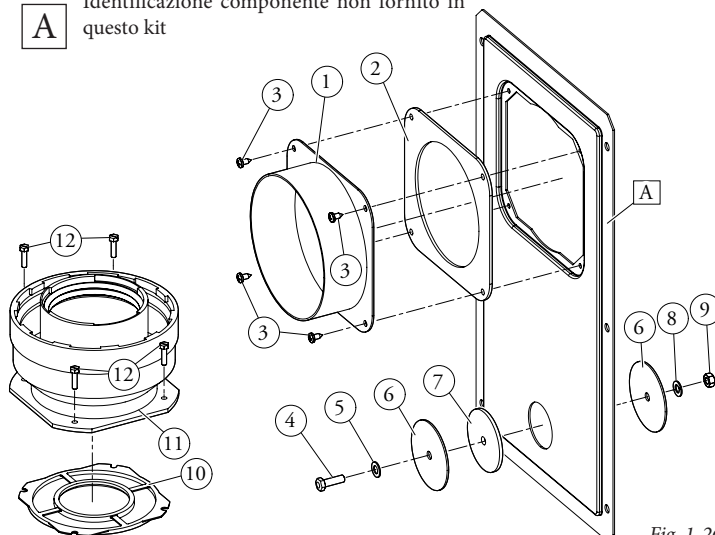
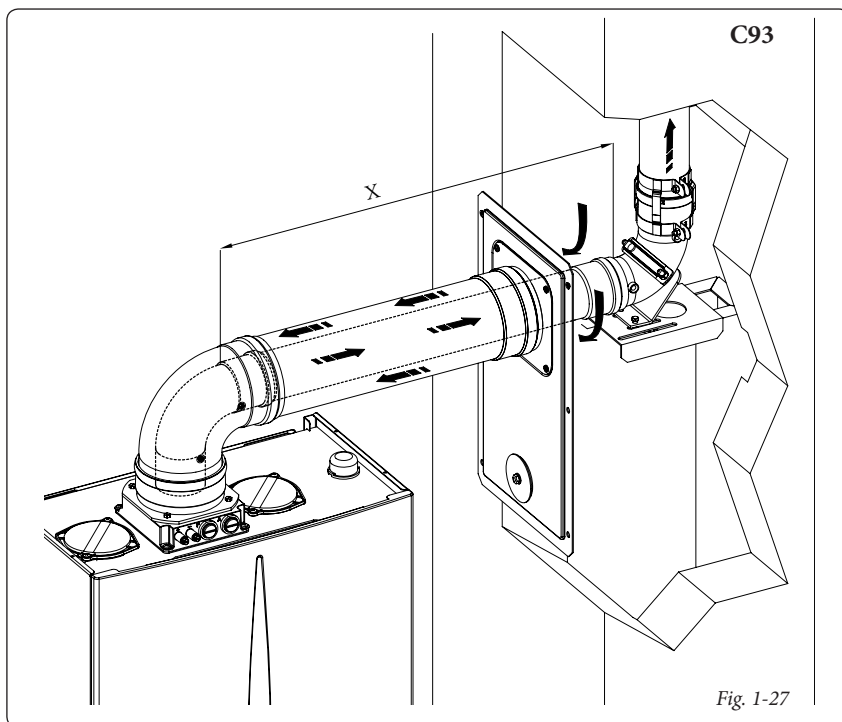

Fig. 1-26
Fig. 1-27
- Montare i componenti del kit "C9" sul portello (A) del sistema intubamento (Fig. 1-26).
- (Solo versione Ø 125) montare l'adattatore flangiato (11) interponendo la guarnizione concentrica (10) sulla caldaia fissandolo con le viti (12).
- Predisporre la fumisteria della caldaia calcolando che il tubo interno del kit concentrico dovrà innestarsi fino a battuta nella curva del sistema intubamento (quota "X" fig. 1-27), mentre il tubo esterno deve arrivare a battuta sull'adattatore (1).
- Montare il coperchio (A) completo di adattatore (1) e tappi (6) a parete e assemblare la fumisteria al sistema intubamento.
Una volta assemblato correttamente tutti i componenti i fumi di scarico verranno espulsi mediante il sistema intubamento, l'aria comburente per il normale funzionamento della caldaia verrà aspirata direttamente dal cavedio (Fig. 1-27).
Per la determinazione del sistema fumario C93 in configurazioni differenti da quella appena descritta (Fig. 1-27) occorre considerare che 1 metro di condotto intubato secondo le indicazioni descritte ha un fattore di resistenza uguale a 4,9.
Per la determinazione del sistema fumario C93 in configurazioni differenti da quella appena descritta (Fig. 1-27) occorre considerare le seguenti perdite di carico: